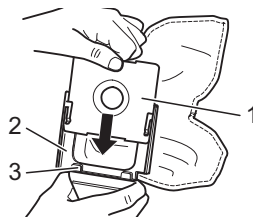

Abb. 20
6. Schieben Sie den neuen Staubfilterbeutel (Abb. 20/1) wie abgebildet in den Staubbeutelhalter (Abb. 20/2), bis er an den unteren Aufnahmewinkeln (Abb. 20/3) des Staubbeutelhalters anschlägt.